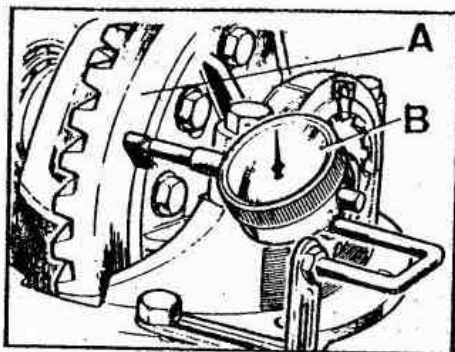

Fig. E-91 Verificación del centrado de la corona
- 3.5.11 Con un micrómetro de esfera, comprobar el alabeo de la corona en su parte posterior (Fig. E-91) el cual no debe ser superior a 0,10 mm. Si se observase un descentrado excesivo, debe desmontarse la corona y caja de satélites, y volver a colocar nuevamente en una posición distinta, comprobando el juego entre dientes, dando la precarga y verificando otra vez el descentrado, repitiendo la operación hasta conseguir que no exceda del valor máximo indicado.